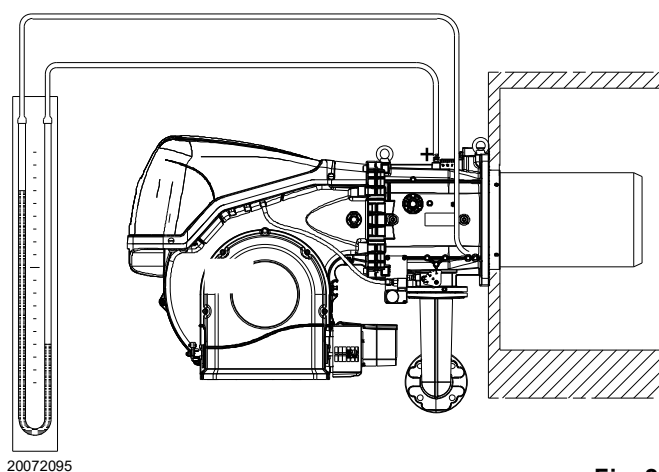

Fig. 25
- Monter un manomètre en U ou un manomètre de type différentiel (Fig. 25), avec la prise (+) sur la pression de gaz du manchon et (-) dans la chambre de combustion. Il sert à mesurer approximativement la puissance MAX. du brûleur, à l'aide du Tab. L.